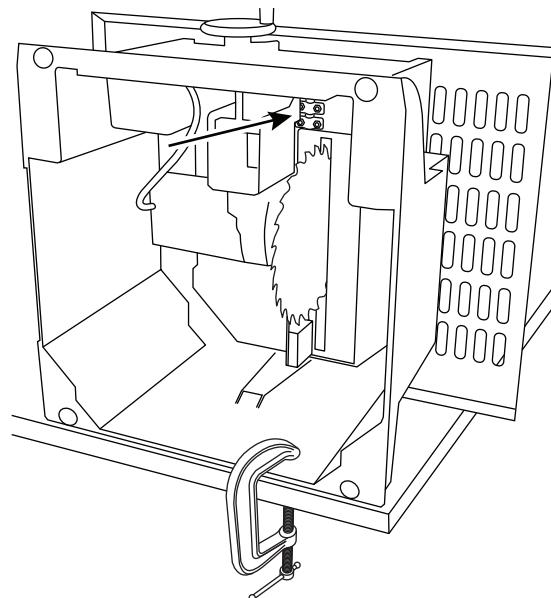

FIG. 12
9. Remove the combination square and stand the saw in the adjustment position - on its back side so you can access the six adjustment nuts **6**, **7**, **8** (Fig. 12) that secure the pivot rod to the table. Make sure the table is stable. Place tool on corner of table and secure with a clamp as shown in figure 12. The front adjustment screws **6** are accessible from outside of the base.
9. Retirez l'équerre combinée et redressez la scie pour la mettre dans une position appropriée pour pouvoir effectuer le réglage – sur son dossier – afin que vous puissiez avoir accès aux écrous de réglage 6, 7, 8 (Fig. 12) qui assujettissent la tige pivotante à la table. Assurez-vous que la table est stable. Placez la scie sur un coin de la table et fixez-la en place au moyen d'une bride comme illustré à la Figure 12. Vous pouvez accéder aux vis de réglage à l'avant 6 depuis l'extérieur de l'embase.
9. Retire la escuadra de combinación y ubique la sierra en la posición de ajuste, sobre su lado trasero, para que pueda obtener acceso a las seis tuercas de ajuste 6, 7 y 8 (Fig. 12) que sujetan firmemente la varilla de pivote a la mesa. Asegúrese de que la mesa esté estable. Coloque la herramienta sobre la esquina de la mesa y sujetela firmemente con una abrazadera de la manera que se muestra en la figura 12. Los tornillos de ajuste delanteros 6 son accesibles desde el exterior de la base.